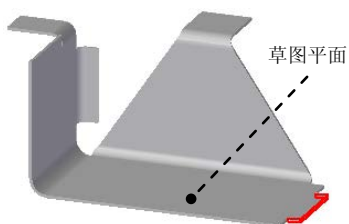

图 3.6.32 平板特征 1
(5) 定义折弯半径及止裂槽参数。单击“弯边选项”按钮，取消选中 ☐ 使用默认值* 复选框，在其 **折弯半径 (R)** 文本框中输入值 3.0，然后单击 **确定** 按钮。
(6) 单击 **完成** 按钮，完成特征的创建。
Step7. 创建图 3.6.32 所示的平板特征 1。
(1) 选择命令。单击“主页”功能选项卡“钣金”工具栏中的“平板”按钮.
(2) 定义特征的截面草图。
① 选取草图平面。在系统 **单击平的面或参考平面。** 的提示下，选取图 3.6.32 所示的模型表面为草图平面，